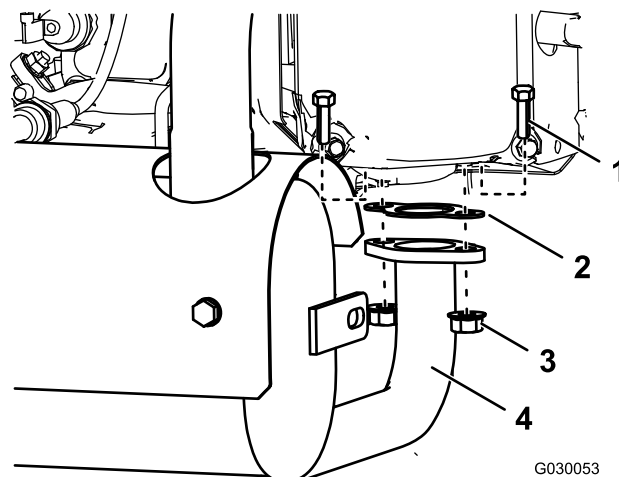

Figura 6
3. Retire el silenciador (Figura 6).
1. Instale el silenciador nuevo con dos juntas nuevas en el motor usando las tuercas (M8) y los pernos (M8) que retiró del silenciador antiguo (ver Figura 6).